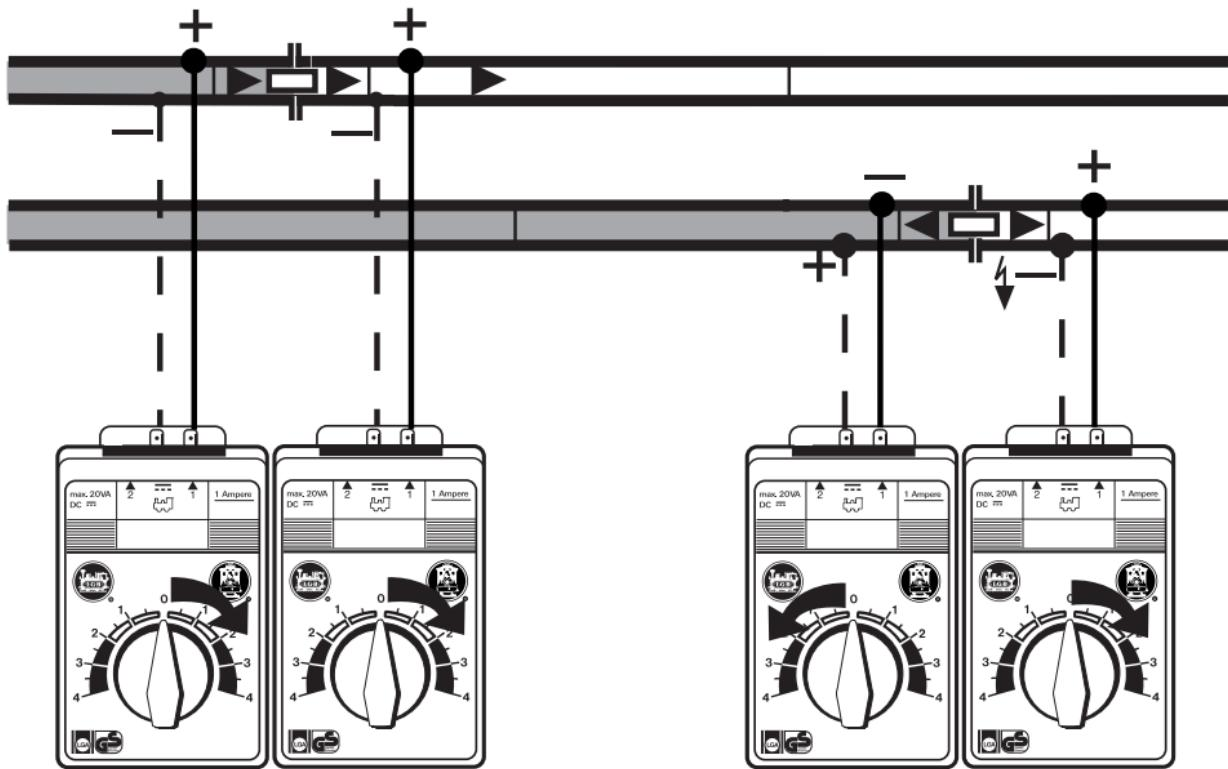

Bild 3, III. 3, Fig. 3, Afb. 3, Fig. 3, Figura 3
- Mit einem Trengleis (10152) und zwei LGB-Trafos können Sie zwei isolierte Streckenabschnitte bauen. Dann können Sie zwei Loks unabhängig voneinander fahren lassen (*Bild 3*).
- À l'aide d'une voie de séparation (10152) et de deux transformateurs LGB, vous pouvez constituer deux sections de ligne isolés. A présent, vous pouvez faire rouler deux locomotives simultanément et les commander indépendamment l'une de l'autre (*Fig. 3*).
- Met een scheidingrail (10152) en twee LGB trafo's kunt u twee geïsoleerde trajecten maken. Dan kunt u twee locs onafhankelijk van elkaar laten rijden (afb. 3).
- Con una vía aisladora (10152) y dos transformadores LGB puede montar dos cantones de vía aislados. Acto seguido, puede dar la orden para que circulen dos locomotoras una independiente de la otra (Fig. 3).